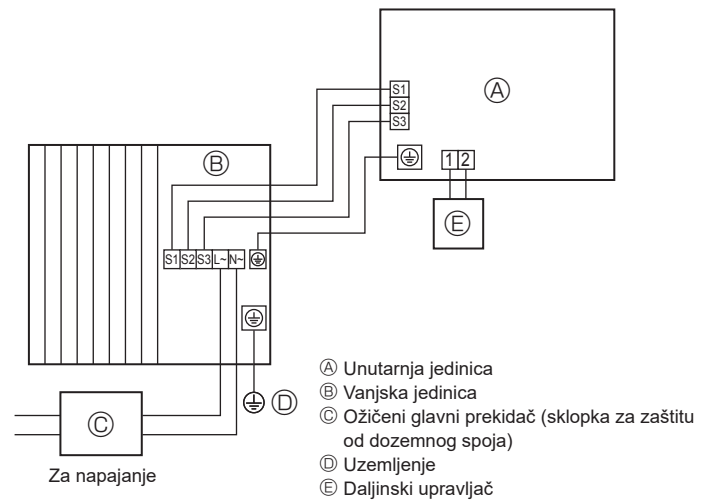

Fig. 6-1
6.1. Vanjska jedinica (Fig. 6-1, Fig. 6-2, Fig. 6-3)
- ① Uklonite servisnu ploču.
- ② Izvedite ožičenje kabela u skladu sa slikama Fig. 6-1, Fig. 6-2 i Fig. 6-3.